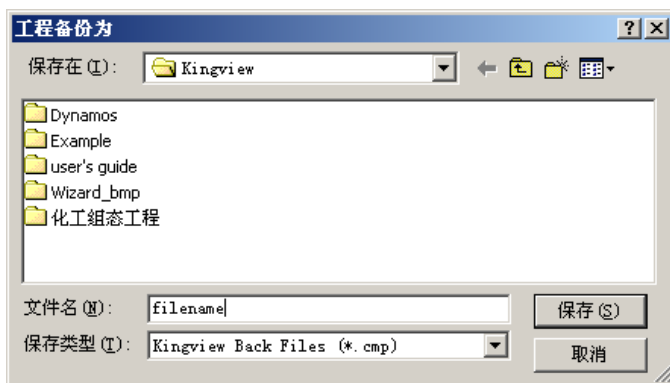

图 3.18 工程备份路径选择
- ◇ **默认（不分卷）：**选择该选项，系统将把整个工程压缩为一个备份文件。单击“浏览”按钮，选择备份文件存储的路径和文件名称，如图 3.18 所示。工程被存储成扩展名为 .cmp 的文件，如：filename.cmp。工程备份完后，生成一个 filename.cmp 文件。